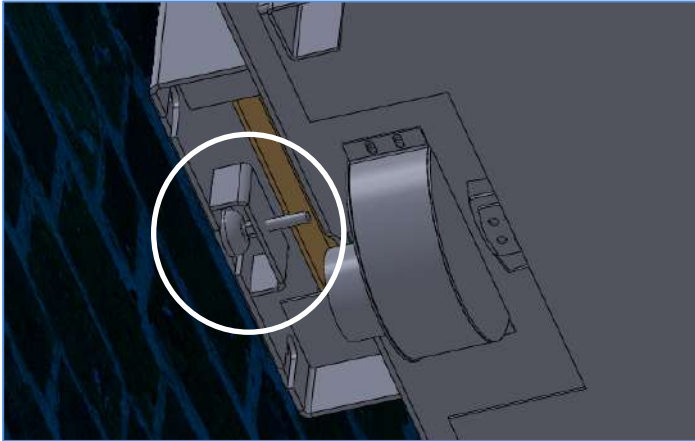

Ilustración 7. Localización Regulador
5) El aparato dispone de un regulador (Pieza Nº 11) la cual le va a permitir regular la inclinación del aparato. Se necesita una llave de métrica 12 para llevar a cabo esta operación actuando sobre esta pieza señalada en la Ilustración 7.